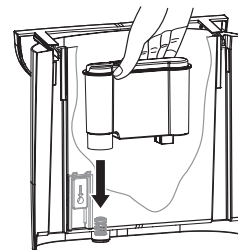

fig. 13: Indsætning af vandfilteret
5. Indsæt et nyt vandfilter (fig. 13).